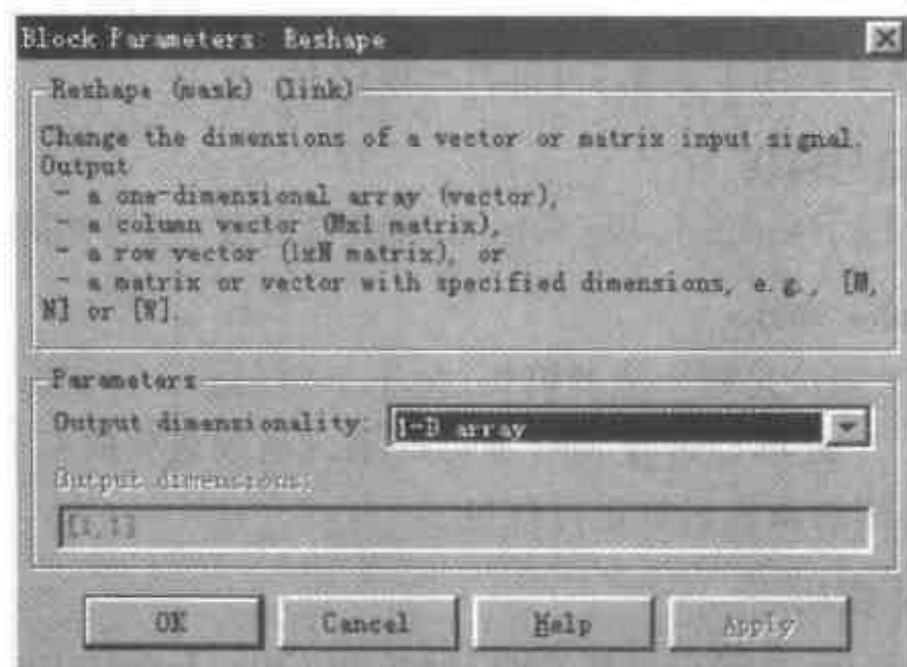

图 8.10 Reshape 模块的参数对话框
(2) 参数和对话框
- Reshape 模块的参数对话框如图 8.10 所示。
(3) 特性